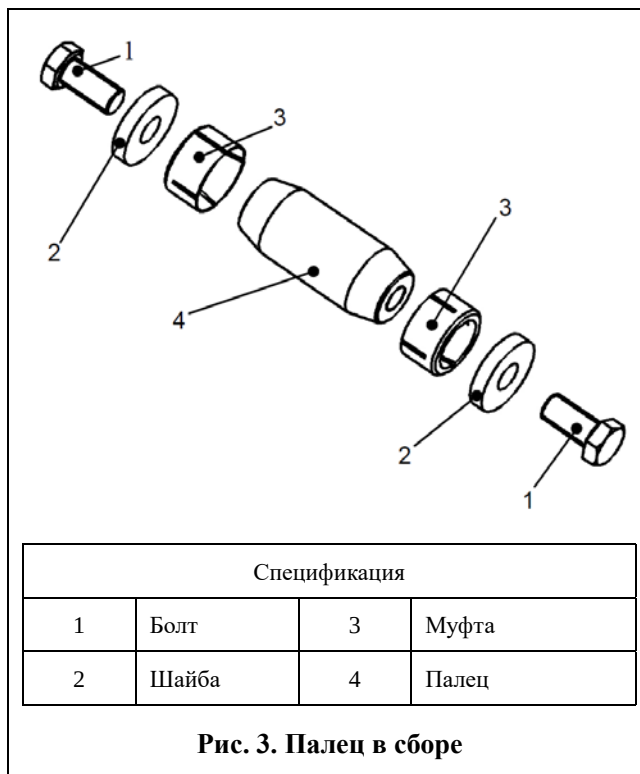

Рис. 3. Палец в сборе
7. Отсоедините гидроцилиндр поворота (5) от балки переднего моста.
- a. Снимите болт (25), прокладку (24) и нажимную пластину (23).
- b. Снимите штифт в сборе (22) и сальник (12). При снятии штифта в сборе (22) следует отдельно снять с обоих концов болт (поз. 1, рис. 3), шайбу (поз. 2, рис. 3) и втулку (поз. 3, рис. 3); наконец, снять штифт (поз. 4, рис. 3).